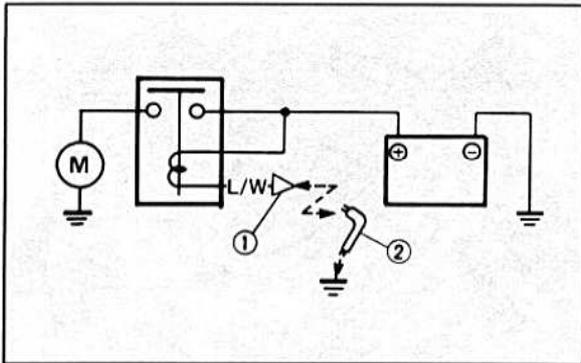

Bild 390
- Startrelais prüfen. Das Startrelaiskabel vom Kabelbaum trennen und an Masse legen, gemäss Schema (Bild 390). Die Funktion des Motors prüfen. Wenn nicht in Ordnung Anlasserrelais ersetzen.